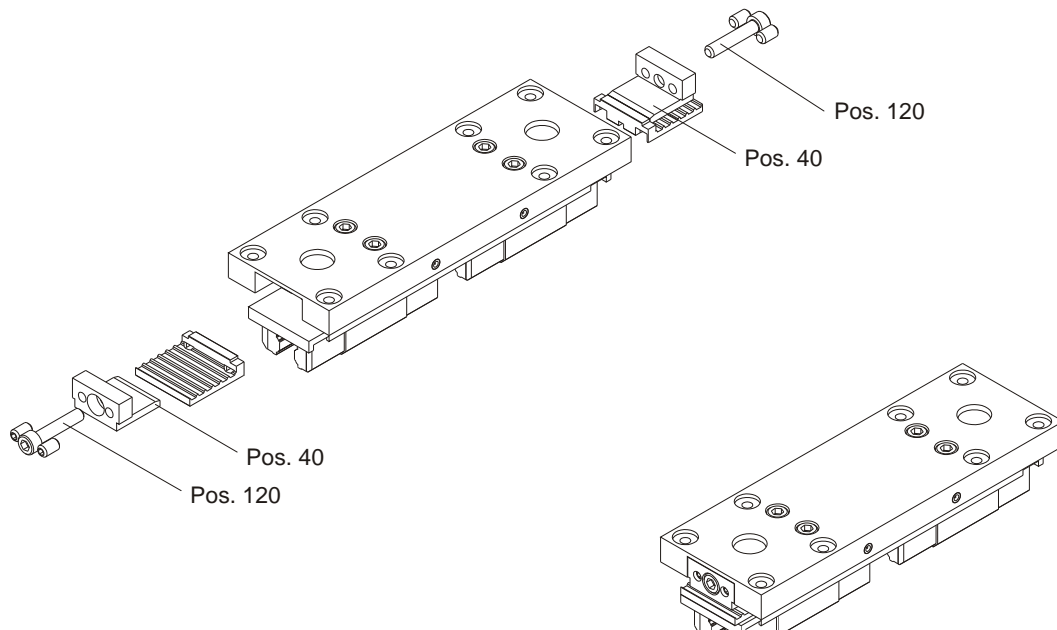

Abbildung 26: Befestigungsschrauben lösen
- (1) Lösen Sie die zwei Befestigungsschrauben M6 x 30 (siehe Position 120, *Abbildung 26*).
- (2) Entfernen Sie die Drückstücke (siehe Position 40, *Abbildung 26*).